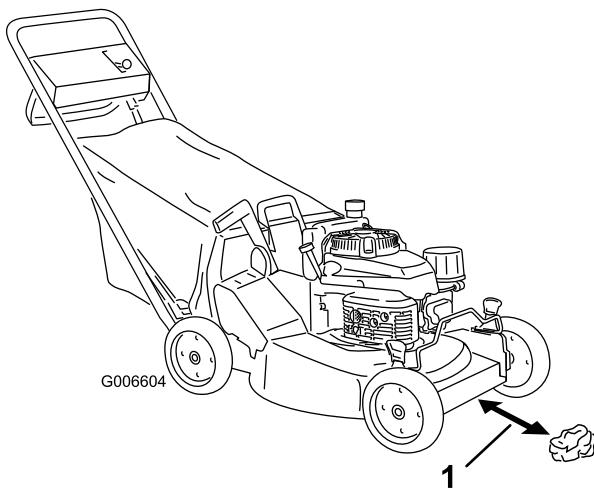

Figura 14
4. Mueva el control de velocidad sobre el terreno a la posición de Punto muerto (N).
5. Tome media página de periódico y haga una bola con ella que sea lo suficientemente pequeña como para pasar por debajo de la plataforma (unas 76 mm o 3 pulgadas de diámetro), según muestra Figura 14.
- Coloque la bola de papel de periódico a unas 12,7 cm (5 pulg.) por delante del cortacésped (Figura 14).
- A. Coloque la bola de papel de periódico a unas 12,7 cm (5 pulg.) por delante del cortacésped (Figura 14).